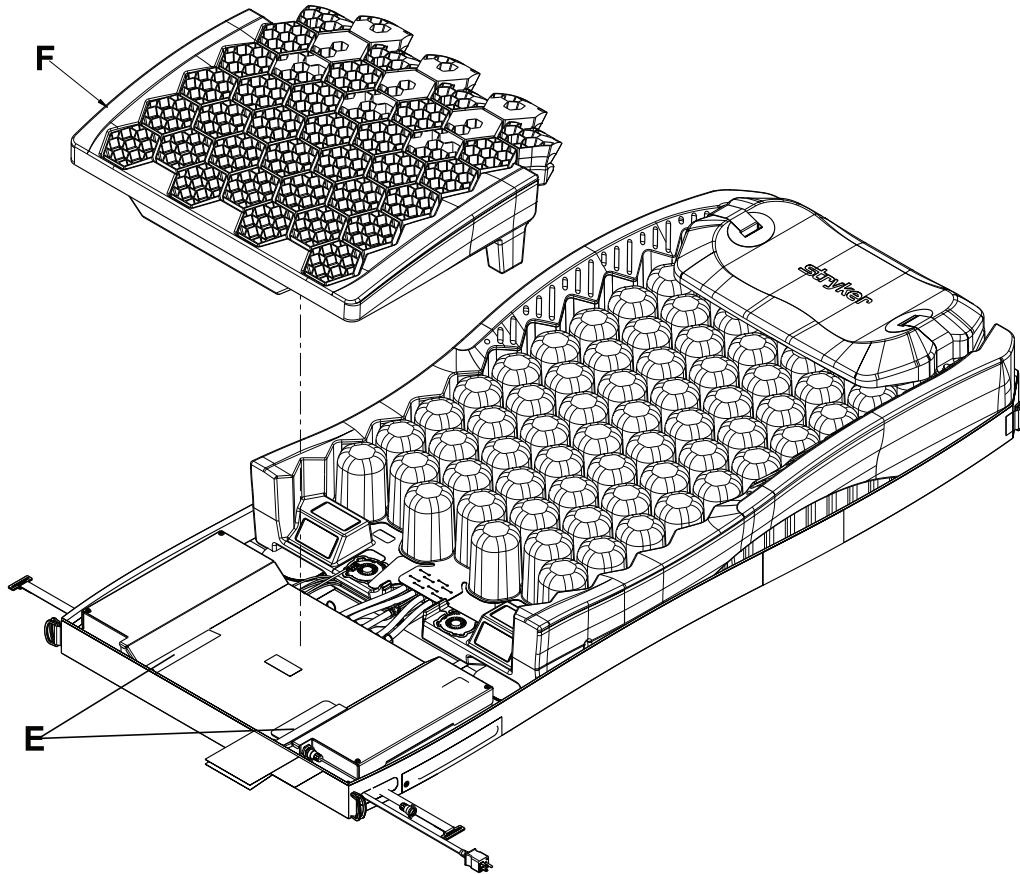

Figure 2-17 : Matelas en gel
11. Soulever le matelas en gel côté pieds (F) pour le retirer (Figure 2-17 à la page 2-38). Conserver le matelas en gel.
12. Retirer les attaches Velcro® (E) du capot de la boîte côté pieds (Figure 2-17 à la page 2-38).